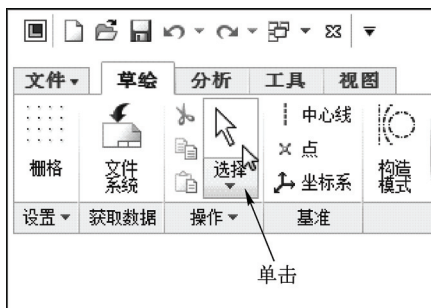

图 3-20 单击“选择”按钮
STEP 02 在功能区选项板的“草绘”选项卡中，单击“操作”面板中的“选择”按钮，如图 3-20 所示。